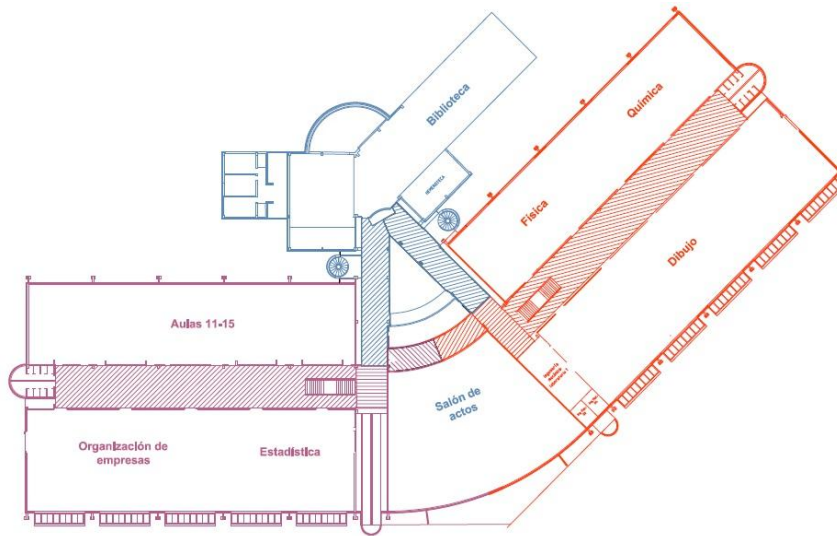

Figura 6. Distribución de zonas de iluminación. Edificio central planta alta
- Primera planta Edificio Central (ver Figura 6):